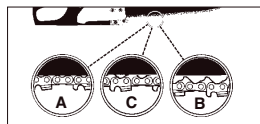

Fig. 5
**ATTENZIONE:** Se la catena della sega è TROPPO ALLENTATA o TROPPO TESA, la ruota dentata, la barra, la catena e i supporti dell'albero motore si consumano più rapidamente. Vedere la Fig. 5 per informazioni relative alla giusta tensione a freddo (A) e alla giusta tensione a caldo (B), e come guida per quando la catena della sega richiede una regolazione (C).